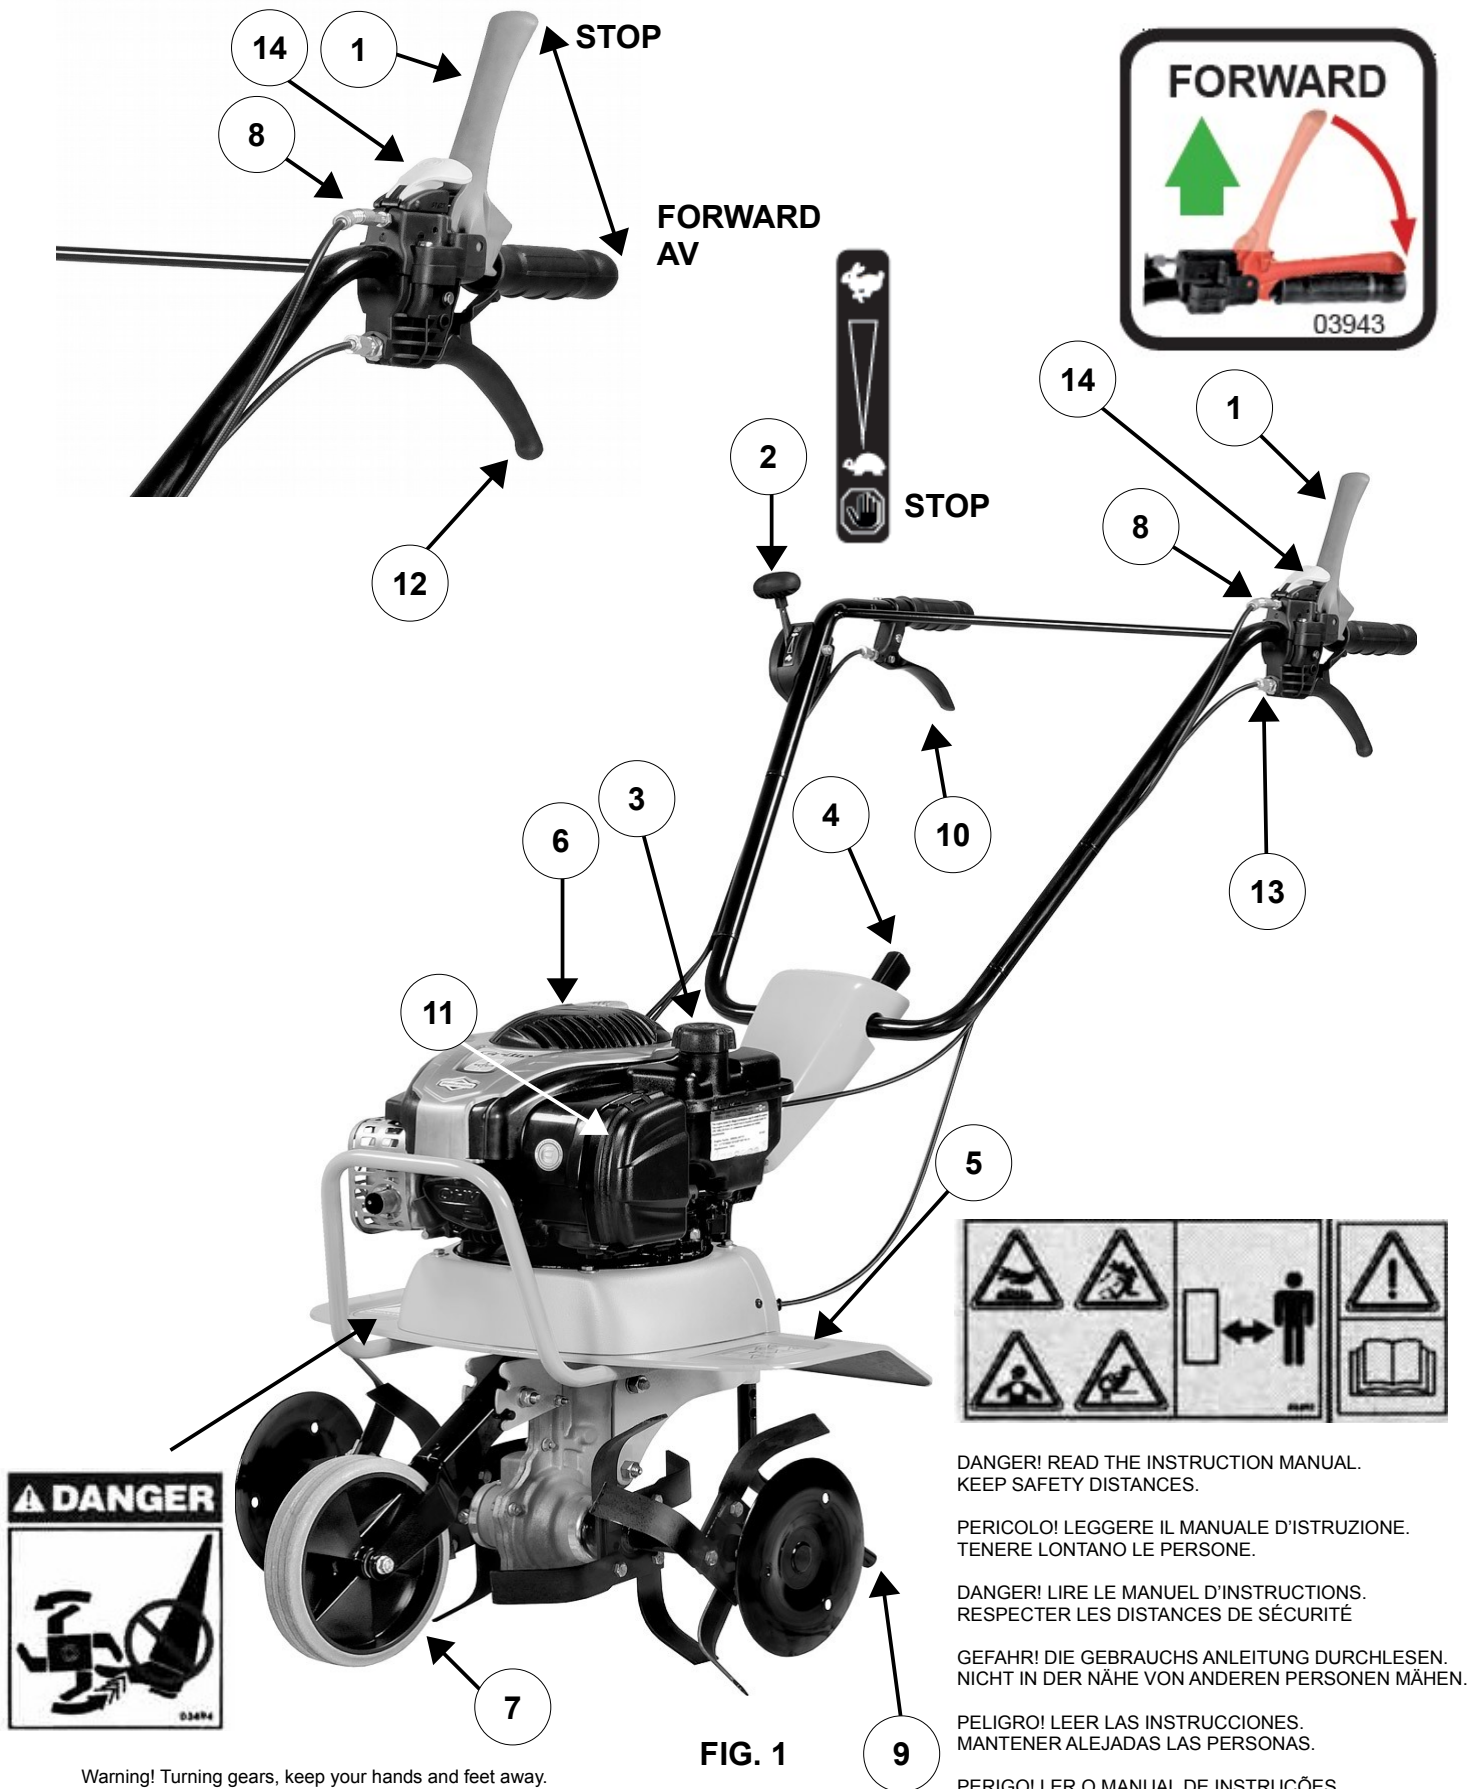

FIG. 1
- Llene el depósito de carburante (fig.1 n.3).
- Arranque el motor tirando con fuerza el mando del autoenvolvente (fig.1 n.6).
- Regule la altura del manillar moviendo el pomo correspondiente para adaptarlo a una mejor posición de trabajo (fig.1 n.4).
- Acelerar el motor (fig. 1, n. 2).
- Para poner en marcha la motoazada presionar el dispositivo de seguridad gris (fig. 1, n. 14). Luego bajar la palanca roja del avance (fig. 1, n. 1).
- Para detener la máquina suelte la palanca de avance (fig.1 n.1)
- Regule la tensión del cable de avance moviendo el dispositivo de reglaje (fig.1 n.8) situado en la palanca.
- Reglar el cable de la marcha atrás por medio de su registro (fig. 1, n. 13).